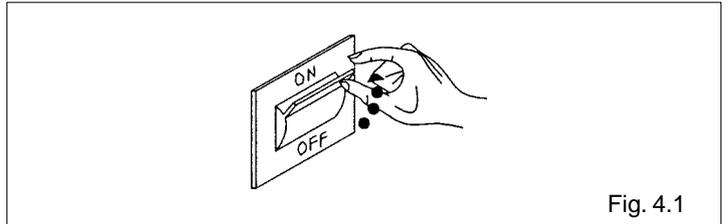

Fig. 4.1
- poner el interruptor general de la instalación en «encendido» (fig. 4.1);